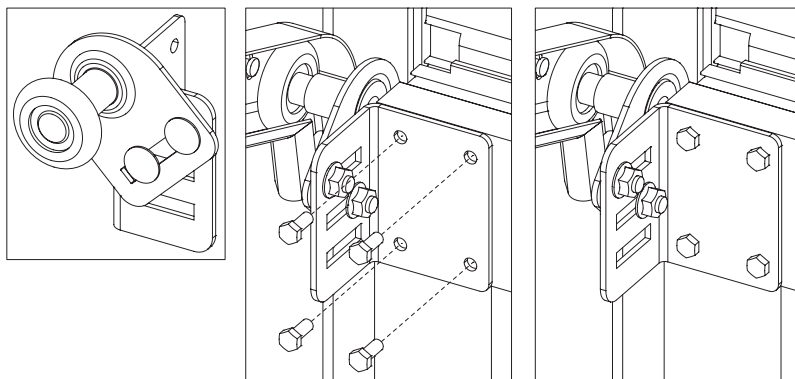

Рис.29.2
На рис. 29.2 показана установка верхнего кронштейна на воротах с электроприводом:
- на воротах с электроприводом ходовой ролик должен находиться у верхней стороны переднего направляющего профиля (рис.29.2).